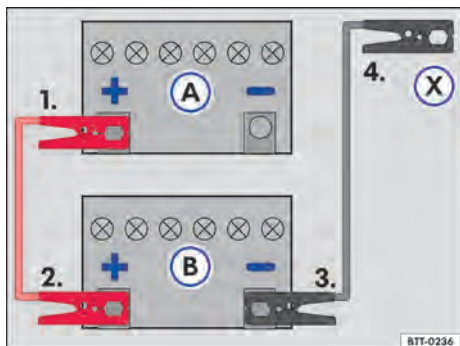

Fig. 181 Esquema para a conexão dos cabos auxiliares de partida: bateria do veículo descarregada (A) e bateria do veículo fornecedora de corrente (B).
Legenda para → Fig. 181:
Conectar o cabo auxiliar de partida somente na sequência 1 – 2 – 3 – 4 → Fig. 181.
- Conectar uma extremidade do cabo auxiliar de partida *vermelho* ao polo positivo (+) do veículo com a bateria do veículo descarregada → Fig. 181 (A) → .
- Conectar a outra extremidade do cabo auxiliar de partida *vermelho* ao polo positivo (+) do veículo fornecedor de corrente (B).
- Conectar uma extremidade do cabo auxiliar de partida *preto* ao polo negativo da bateria do veículo fornecedor de corrente (B).
- Conectar a outra extremidade do cabo auxiliar de partida *preto* (X) no veículo com a bateria descarregada no ponto de auxílio à partida (ponto de aterramento) ou em uma peça de metal parafusada firmemente no bloco do motor – porém não nas proximidades da bateria (A) → .